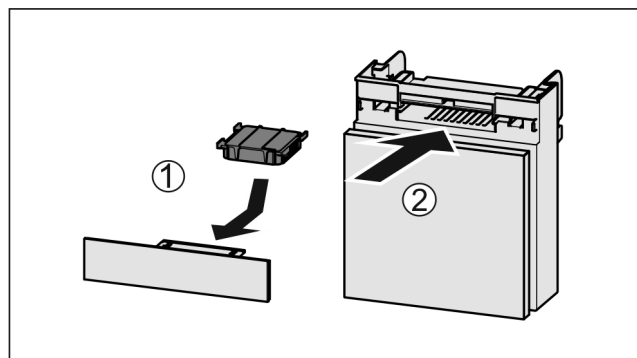

Fig. 104
- Wkładać Fig. 104 (1) filtr z węglem aktywnym zgodnie z ilustracją.
- Filtr z węglem aktywowanym zatrzaskuje się. Gdy filtr z węglem aktywowanym jest skierowany w dół: ► Wsunąć komorę Fig. 104 (2).